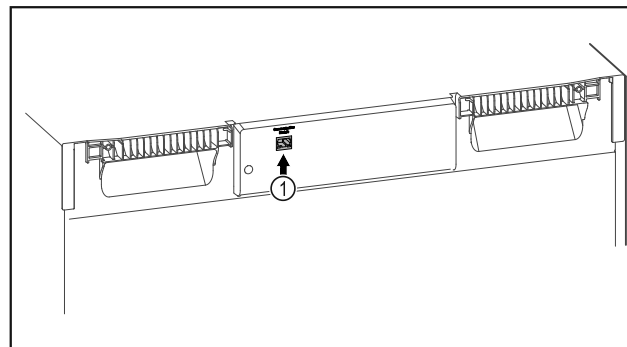

Fig. 79
- SmartModule Fig. 79 (1) är insatt.